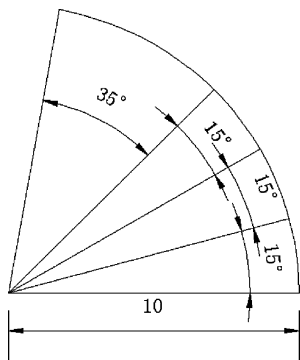

图 4-102 图形 1
(5) 用命令()可以设置图形界限。
(6) 当捕捉设定的间距与栅格所设定的间距不同时,()。
(7) 关于被固定约束的圆心的圆,下列说法错误的是()。
(8) 绘制如图 4-102 所示的图形,极轴追踪的极轴角设置方法是?()。